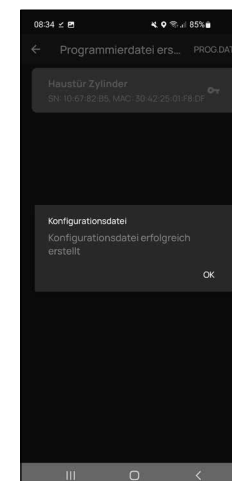

Abb. 4
- 5 Nach einem kurzen Moment erhalten Sie eine Meldung, dass Ihre Programmierdatei erstellt wurde. Bestätigen Sie mit „OK“ (Abb. 4).